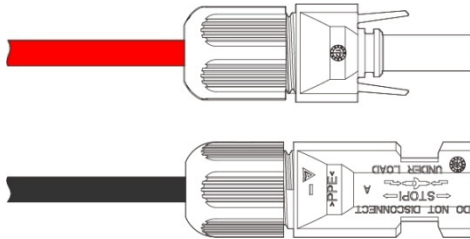

Figura3-19 Aperte a contraporca
- Etapa 4 Aperte as contraporcas dos conectores positivos e negativos nas conchas isolantes correspondentes, como exibido na Figura3-19.